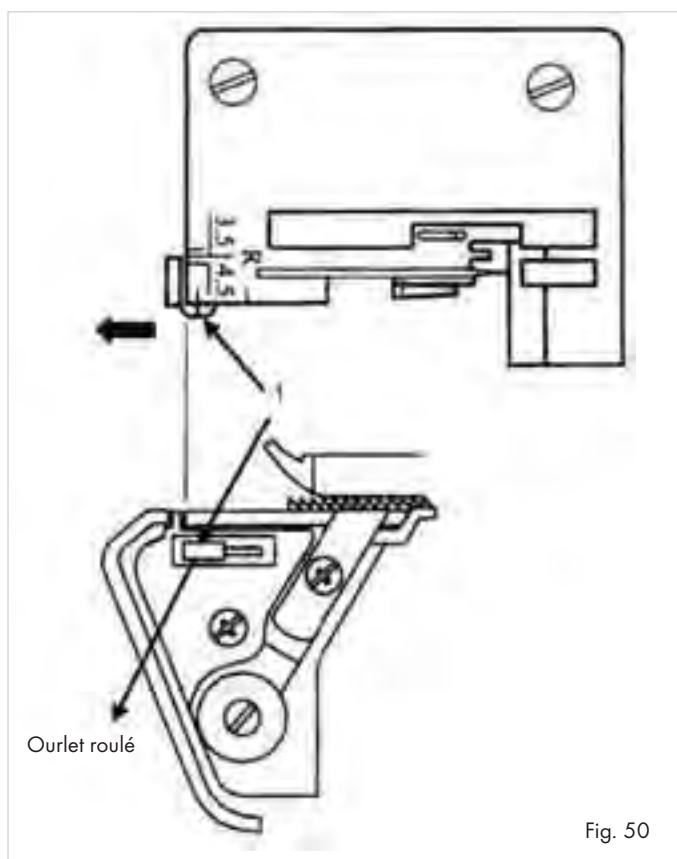

Fig. 50
- Faites glisser l'interrupteur de largeur de couture 23 sur "R", afin de faire reculer le doigt de largeur de couture (1) (Fig. 50).